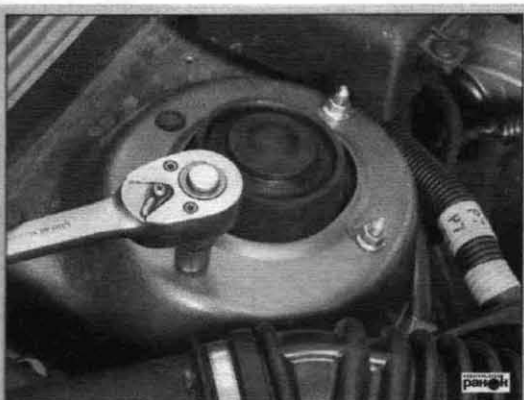

Рис. 5.11. Отворачивание гаек крепления верхней опоры амортизаторной стойки
- отвернув гайки крепления верхней опоры амортизаторной стойки (рис. 5.11), придерживая стойку стойку из колесной ниши.